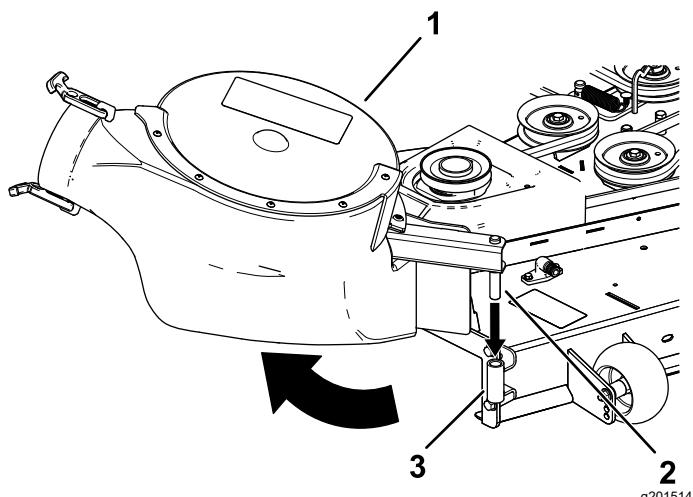

Figura 24
2. Introducei fusul de basculare al suflantei în suportul suflantei i rotii ansamblul suflantei spre interior, spre maină (Figura 24).